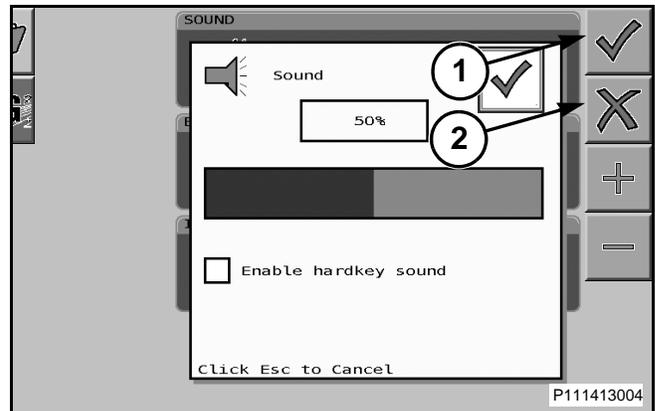

FIG. 75
FIG. 75: Use la rueda de selección para establecer el nivel de audio del altavoz del terminal virtual. Presione el botón de la rueda de selección o la tecla rígida situada junto al icono de marca de verificación (1) para aceptar el ajuste. Para cancelar la selección, presione la tecla rígida situada junto al icono X (2).